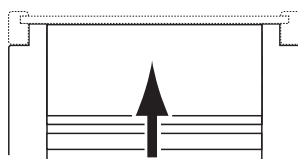

FIG. 3.5
6. Ajuste los dientes superiores de la torre y nivélelos entre el lado inferior del estante superior. (Fig.3.5)